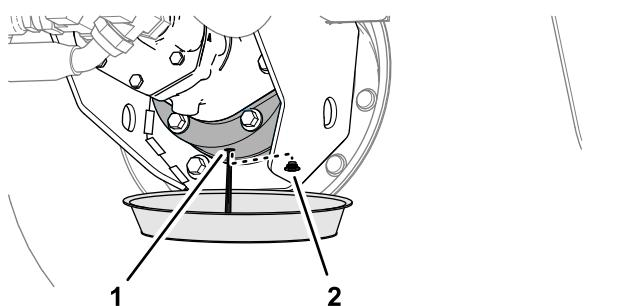

Figure 100
6. Placez un bac de vidange sous le carter de frein, enlevez le bouchon de vidange et vidangez toute l'huile (Figure 100).